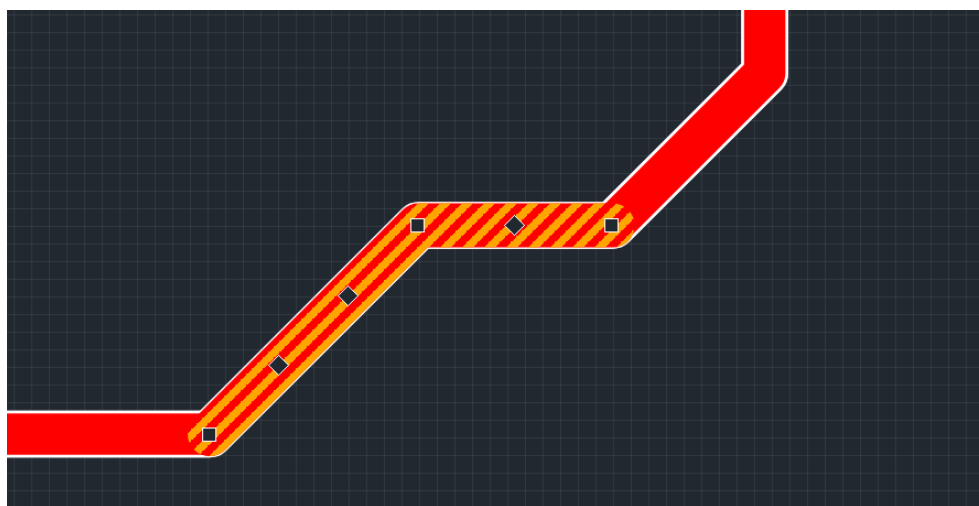

Рис. 289 Выбор смежных сегментов
1. Выберите сегменты трека, Рис. 289.